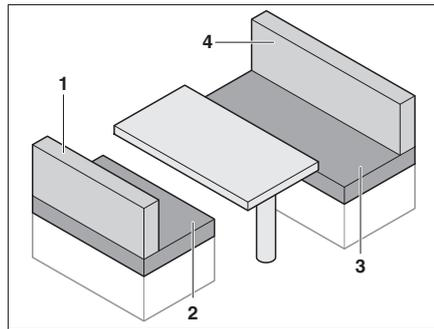

Fig. 79 Prima della trasformazione
- Togliere i cuscini dello schienale (Fig. 79,1 e 4).